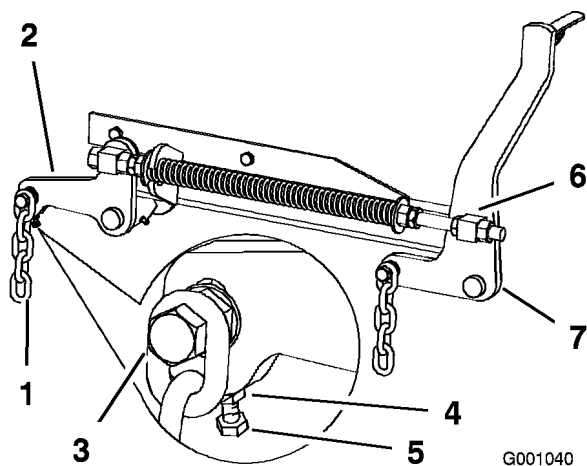

Figura 61
7. Si las medidas realizadas en las posiciones **B** o **C** no son correctas, afloje el perno que fija la cadena trasera al brazo de soporte trasero (Figura 61).
8. Afloje la contratuerca situada debajo del brazo de soporte trasero y ajuste el perno de ajuste hasta obtener una medida de 79 a 83 mm (Figura 61).
7. Afloje las contratueras de pivote delantero, en la parte delantera de los pivotes derecho e izquierdo, aproximadamente 13 mm (Figura 61).
8. Ajuste las tuercas de elevación en el lado izquierdo y derecho de la máquina hasta obtener una distancia de 6 a 10 mm menos en la parte delantera en **A** que en la parte trasera, en **B** (Figura 61).